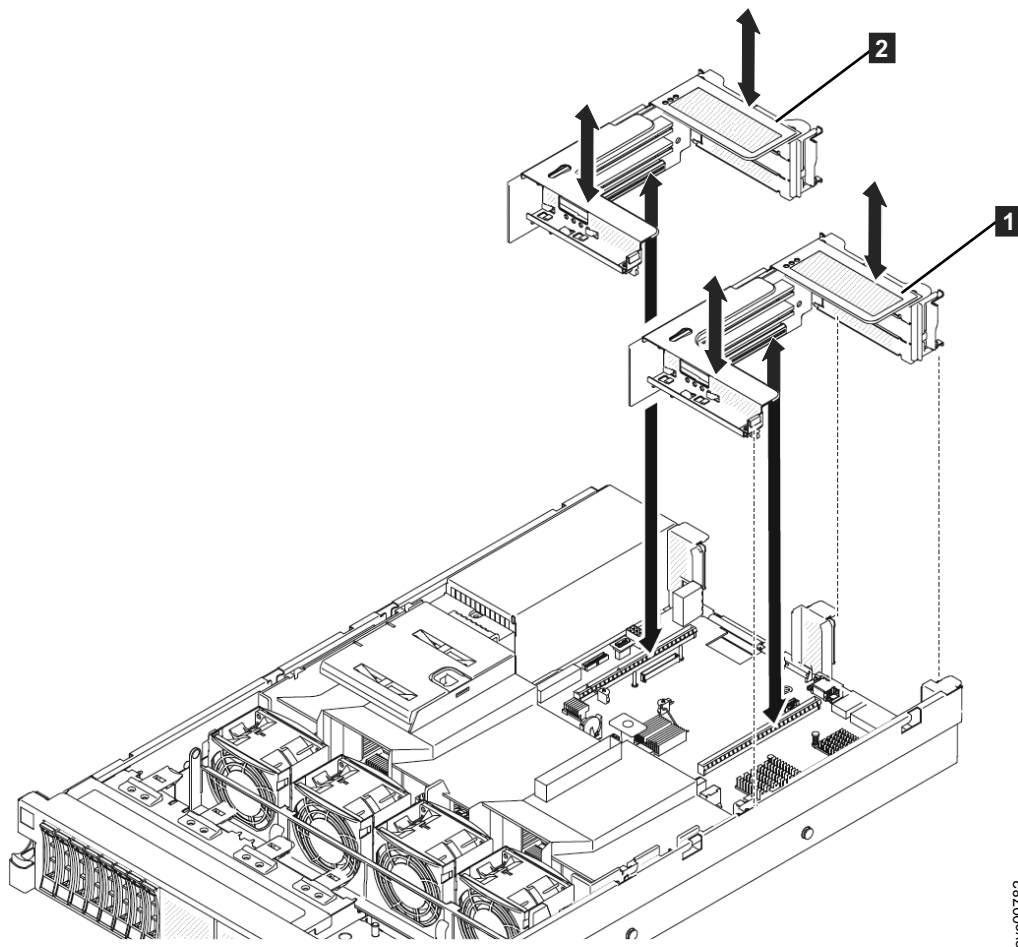

図 241. 2145-DH8 PCI Express ライザー・カード・アセンブリの取り外し
- PCI ライザー・スロット 1 **1** (電源機構から遠い方のスロット)。スロット 1 には PCI ライザー・カード・アセンブリーが取り付けられているはずです。 314 ページの図 241 を参照してください。